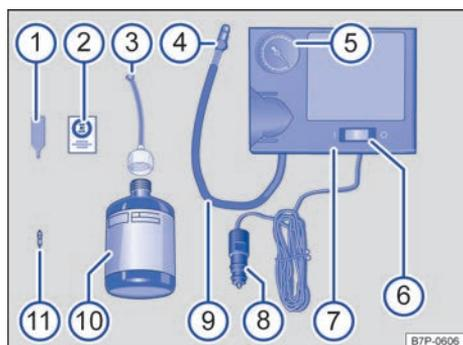

Fig. 271 Representación esquemática: componentes del kit reparapinchazos (variante 2).
- Enrosque fijamente el tubo de inflado → fig. 271  del compresor de aire en la válvula del neumático.
- Enchufe el conector de 12 voltios → fig. 271  del compresor de aire a una toma de corriente de 12 voltios del vehículo → pág. 258.
- Encienda el compresor de aire con el conmutador de encendido y apagado → fig. 271 .